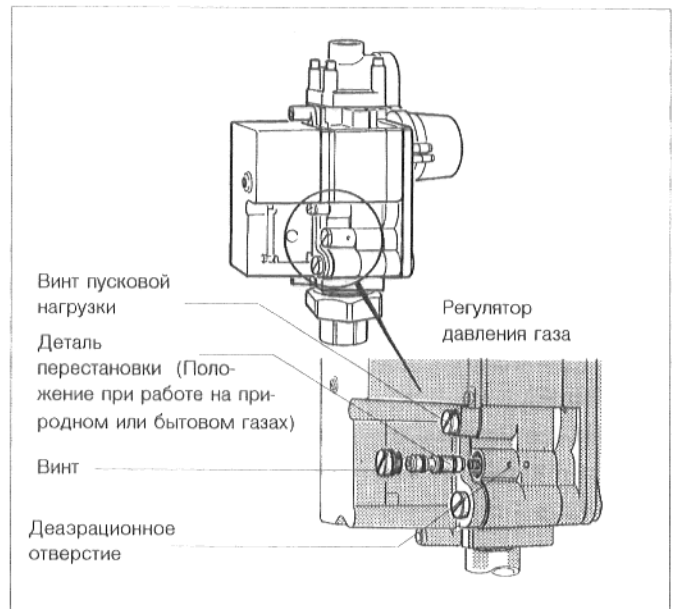

Рис. 32. Регулятор давления газа у "VM" 762-014
- ★ Вывинтить винт над деталью перестановки регулятора давления газа (рис. 32).
- ★ Вынуть деталь перестановки и вставить опять наоборот. Для сжиженного газа отверстие, находящееся между O-образными кольцами должно показывать внутрь (в направление арматуры) (рис. 32).
- ★ Закрыть деаэрационное отверстие (рис. 32) клеящей лентой.
- ★ Вывинтить защитный винт над винтом пусковой нагрузки (рис. 32).